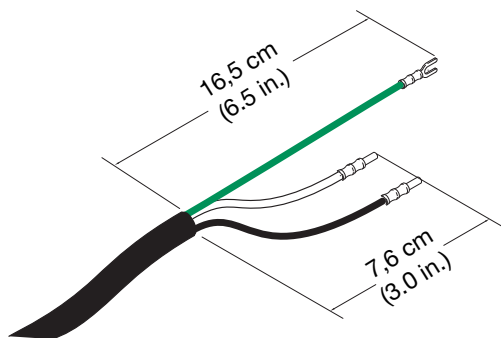

Fig. 3: Cavo di alimentazione
- Aggiungere dei capicorda se necessario. Vedere **Fig. 3**.